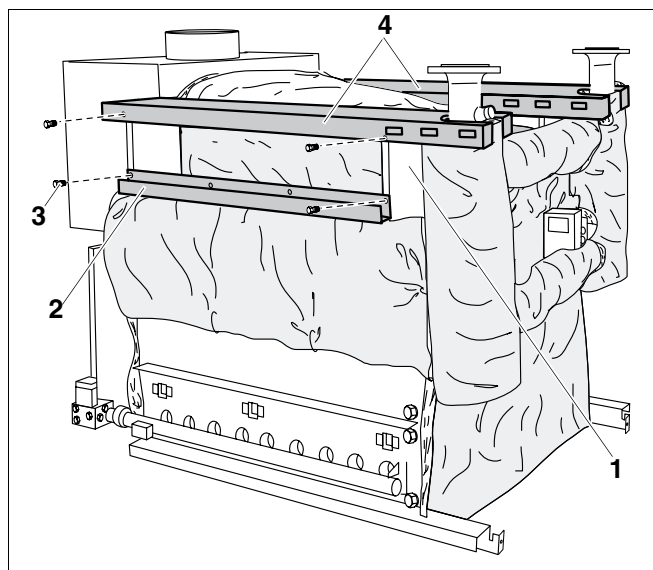

Fig. 55 Montarea carcaselor laterale și a canalelor de cablu
- Ambele carcase laterale ale cazanului (fig. 55, **poz. 4**) sunt poziționate pe console (fig. 55, **poz. 1**) și acolo fixate cu șuruburi cu cap plat 3,9 x 9,5 (fig. 55, **poz. 3**).
- Ambele canale de cablu (fig. 55, **poz. 2**) din fața și din spatele consolelor (fig. 55, **poz. 1**) se prind cu șuruburi cu cap plat 3,9 x 9,5 (fig. 55, **poz. 3**) (gaura din spate a consolei).